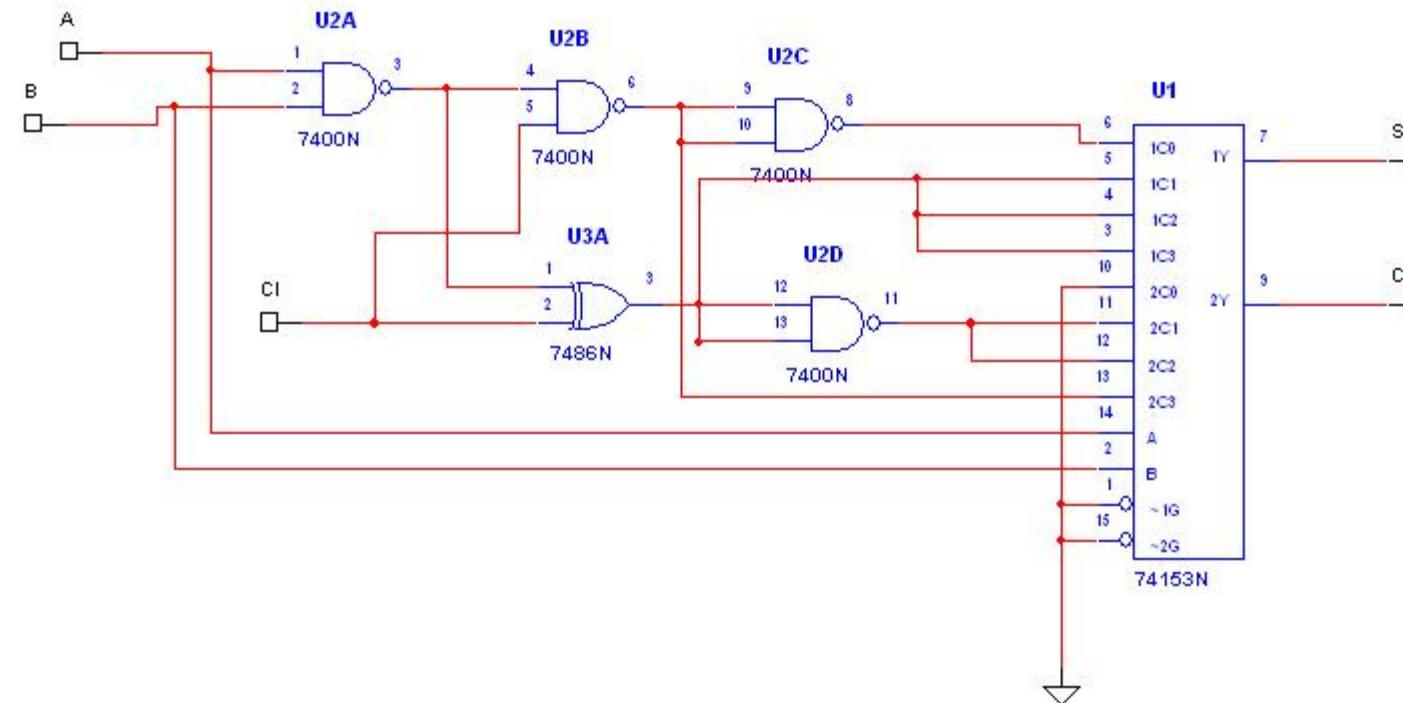

图2-6 由数据选择器和门电路实现一位全加器
4、（选做）用74153及门电路实现一位全加器，用逻辑开关分别控制全加器输入A、B、CI，用LED指示灯显示出全加器输出S、CO。画出接线图，验证其功能，并将实验结果记录下来。（可参考图2-6，也可自己设计）